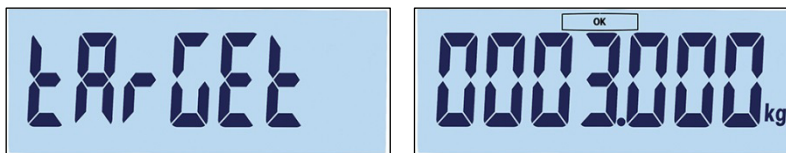

Figura 3-47: Pantallas de nombre de objetivo y de ajustes
19. Una vez que se confirma el número de registro al presionar , aparece brevemente la pantalla objetivo y luego la pantalla para editar el objetivo (Figura 3-47).